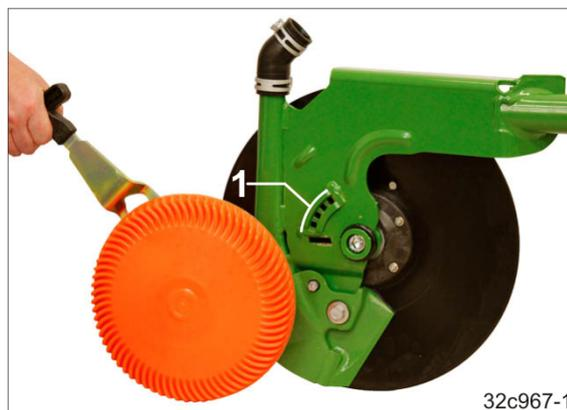

Рис. 181
1. Проверните ручку через фиксатор (Рис. 181/1) и снимите пластмассовый диск с сошника.